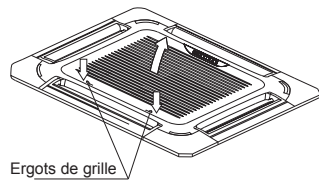

Fig. 5-9
- Faire glisser les deux ergots de grilles vers le milieu en même temps et ensuite les tirer vers le haut. (Se référer à la fig. 5-9)